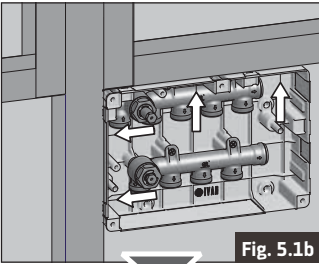

Fig. 5.1b
- Demonteer de bescherming voor het aanbrengen van het pleister door de twee schroeven los te draaien. Breng de doos IS-BOX aan in de hoek tussen twee balken in de muur. Bevestig de doos met zelfborgende schroeven (niet meegeleverd) aan de balken, zie Afb. 5.1b.